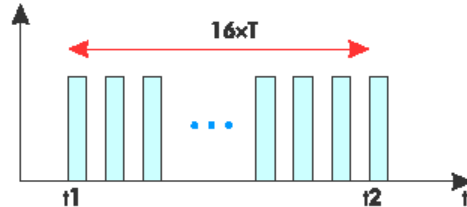

Рис. 2.2. Вимірювання періоду з усередненням
*Приклад 2.* Вимірювання періоду з усередненням результату за 16 імпульсів (рис. 2.2)